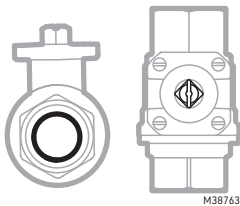

Fig. 3. Exemple d'une vanne à boisseau sphérique ouverte.
- Avant l'installation, assurez-vous que la vanne à boisseau sphérique est en position ouverte pour garantir son alignement avec l'actionneur. Reportez-vous à la Fig. 3.